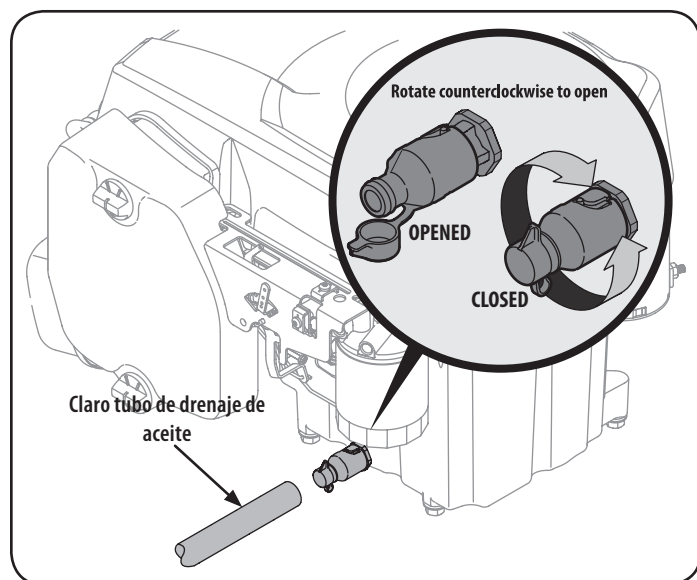

Figura 19
4. Pop abrir la tapa protectora en el extremo de la válvula de drenaje del aceite para exponer el orificio de drenaje. Véase la Figura 19.